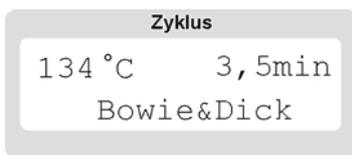

Bild 9: Zyklusanzeige (27)
- ◆ Drücken Sie die Programmtaste P₃ am Bedienfeld (6).
Die Kontrollleuchte in der Ecke der gewählten Programmtaste P₃ leuchtet auf und in der Zyklusanzeige (18) (Bild 9) erscheint das zuletzt benutzte Programm.